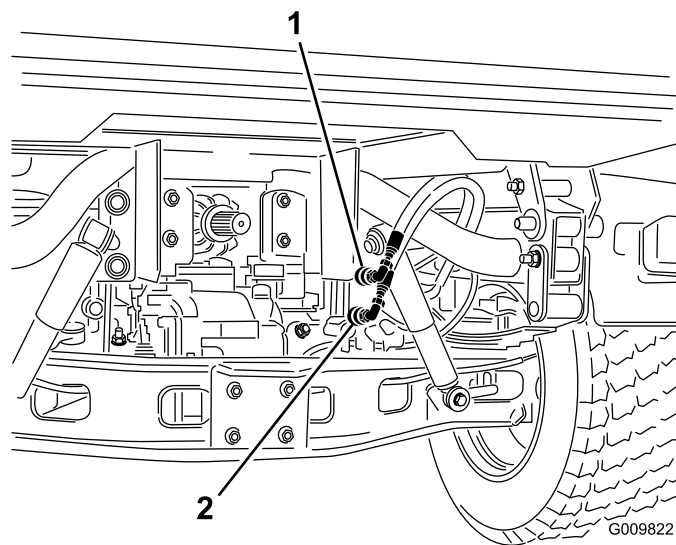

Рисунок 79
- На обоих автомобилях отсоедините по два шланга быстроразъемных соединительных муфт от шлангов, прикрепленных к кронштейнам соединительных муфт (Рисунок 79).